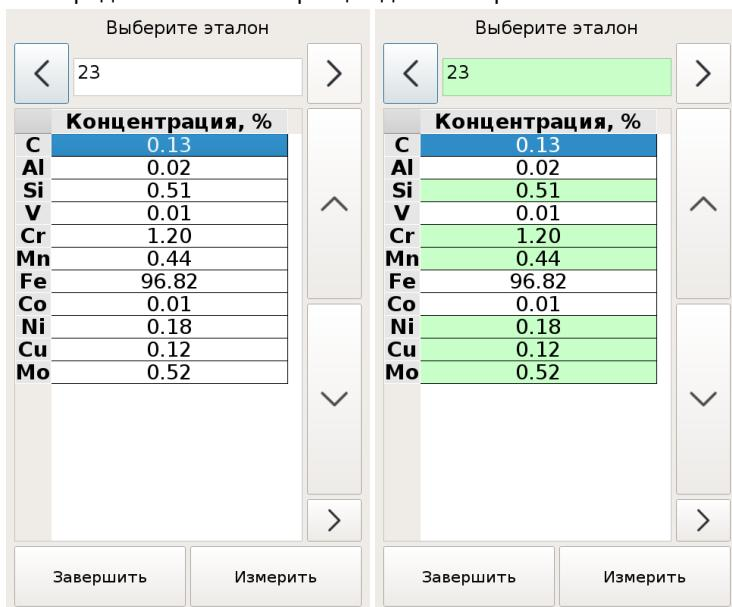

Рисунок 23 Окно выбора калибровочного образца
4.6.9.10. После добавления точки в калибровку или ее удаления вам будет предложено выбрать следующий образец. Зеленым цветом будут выделены образцы, которые были измерены для калибровки. Строки элементов закрашены зеленым – эти концентрации записаны в калибровку (Рисунок 23).